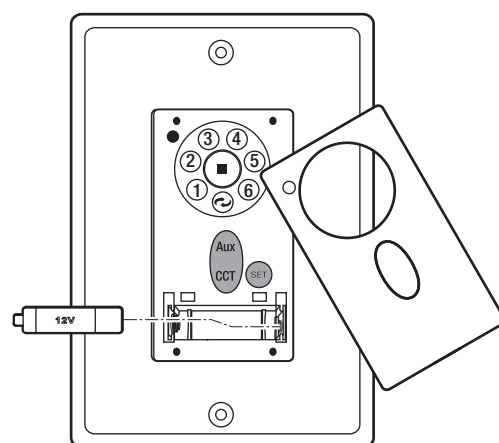

Figure 16
Retirez le panneau de l'émetteur, puis installez une batterie 23A/12V (incluse). Pour éviter d'endommager l'émetteur, retirez la batterie si elle n'est pas utilisée pendant de longues périodes. (Fig. 16)
3. Dans les 30 secondes suivant la mise sous tension, appuyez et relâchez le bouton "SET" pendant cinq secondes pour accéder à la fonction d'apprentissage. Le voyant vers le bas de votre ventilateur, le cas échéant, clignotera deux fois et le ventilateur commencera automatiquement à fonctionner et commencera à tourner dans le sens inverse des aiguilles d'une montre et au régime le plus élevé pendant 1 minute. Lorsque la rotation dans le sens inverse des aiguilles d'une montre est terminée, le ventilateur s'inversera automatiquement dans le sens des aiguilles d'une montre au régime le plus élevé pendant 1 minute. Le ventilateur s'éteindra une fois le test d'auto-étalonnage terminé. Le test total d'auto-étalonnage durera environ 2 minutes. (Fig. 16)